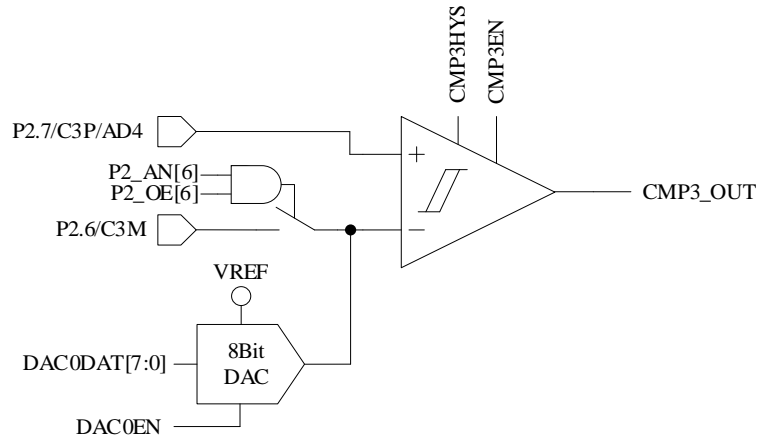

图 29-2 单比较器输入模式
- 配置 CMP_CR1[CMP3MOD] = 00，CMP3 为单比较器输入模式，具体输入输出端口及接法如图 29-2 所示
| [6:5] | CMP3MOD | CMP3 的模式选择 负输入端接 P2.6 或 DAC0 输出 00: 单比较器模式, P2.7 接正输入端, 参考图 29-2 | | | | | | |